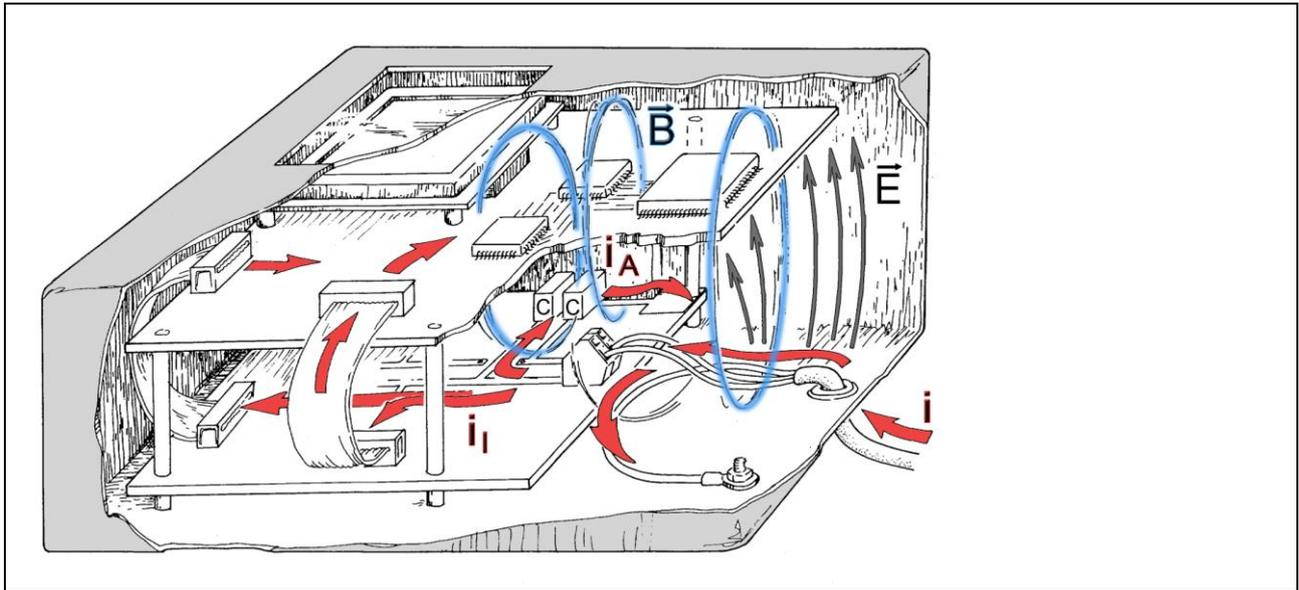

Bild 3 Feldverteilungen
- **Magnetische Pulsfelder (B)** oder **elektrische Pulsfelder (E)** sind die wesentlichen physikalischen Größen, die auf Flachbaugruppen eine Beeinflussung auslösen.
- Praktisch sind beide Schwachstellenarten relevant. Beispielsweise können bei Störvorgängen elektrische Felder auftreten, die elektrisch sensible Schwachstellen zum Ansprechen bringen. Die durch das elektrische Feld getriebenen Ströme erzeugen Magnetfelder, die wiederum magnetisch sensible Schwachstellen ansprechen (**Bild 3**).
Störstrom (i) dringt leitungsgebunden in das Gerät ein. Über Kondensatoren C führende Ableitstromwege leiten den Anteil i_A nach außen und reduzieren den Störstrom i_i für die inneren Bereiche. Die im **Bild 3** gezeigten Magnetfelder B können einige Dezimeter entfernt angeordnete elektronische Baugruppen beeinflussen. Nicht alle B-Felder, die die Baugruppenoberfläche durchsetzen, wirken beeinflussend. Es sind meist nur kleine Gebiete B-Feldsensibel. Zu beachten ist, dass nicht nur Störströme (i) in der Umgebung von Zuleitungskabeln und PE-Verbindungen Magnetfeld erzeugen. Es sind über Ableitkondensatoren C führende Ableitwege und innere GND und Vcc Verbindungen im starken Maße beteiligt.